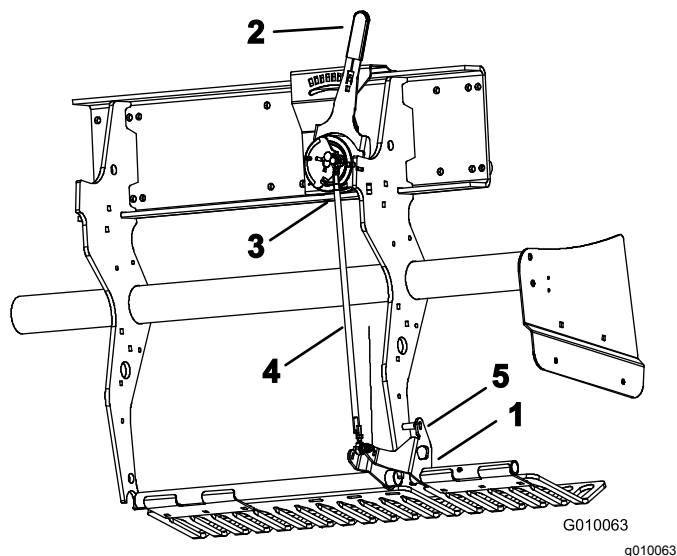

Figura 59
2. Gire el soporte de montaje del protector de césped izquierdo (Figura 59) hacia arriba hasta que pueda insertar un pasador de bloqueo, como un perno o una varilla de 8 mm entre el soporte y el tubo de ajuste de profundidad soldado en el bastidor.
3. Mueva la palanca de profundidad de aireación (Figura 59) al ajuste H (mayor profundidad).
4. Desconecte el interruptor de bola externo (Figura 59) del arnés de cables (interruptor de cabezal bajado).
5. Afloje las contratuercas (izquierda y derecha) del tirante de ajuste de profundidad (Figura 59).